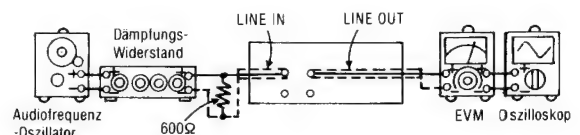

Abb. 3
1. Der Testaufbau ist in Abb. 3 gezeigt.
5. Falls sie nicht dem Standard-Wert entspricht, ist der VR7 (linker Kanal) [[VR8 (rechter Kanal)]] zu justieren, und dann sind die Schritte (2), (3) und (4) zu Wiederholen, bis die Ausgangsleistung dem Standard-Wert entspricht.